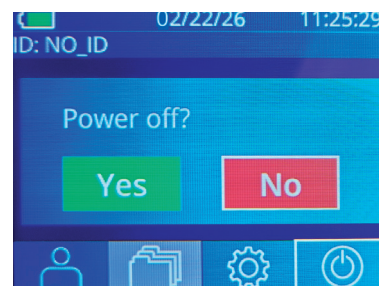

Bild 45
- Navigera till startskärmen och välj **strömikonen** , bekräfta sedan med **Yes** (Ja) för att stänga AV (bild 45).